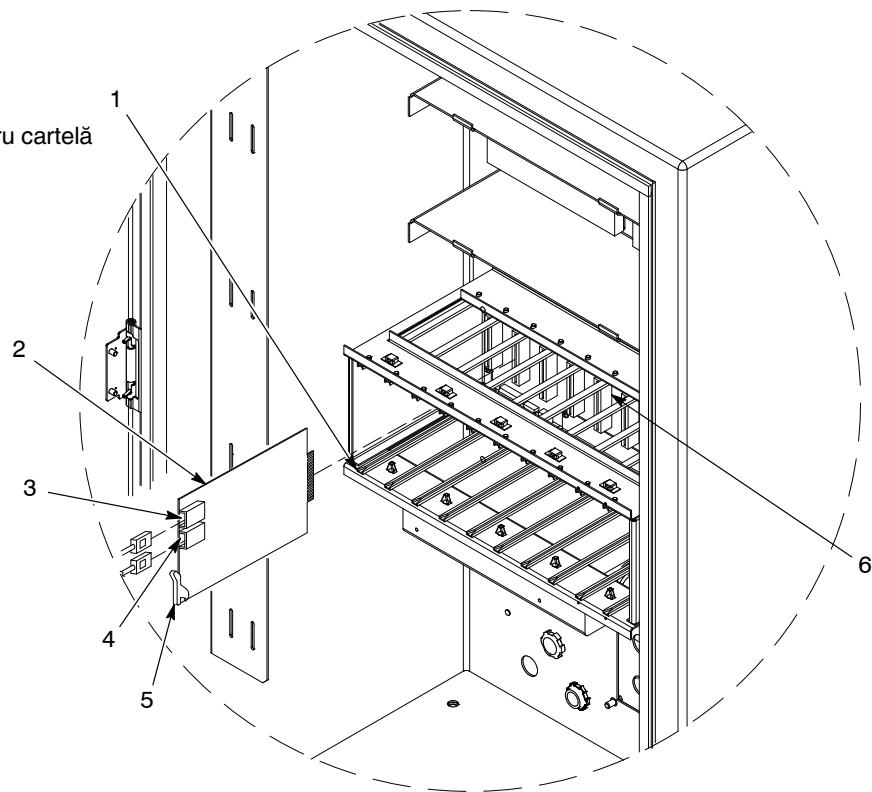

Figura 5-2 Înlocuirea cartelei pentru comanda pistolului
Vezi Figura 5-2. Cartelele pentru comanda pistolului (2) sunt montate în cușca pentru card de la stânga la dreapta. Fiecare cartelă comandă două pistoale: priza inferioară este pentru pistolul cu număr impar; priza superioară pentru pistolul cu număr par.